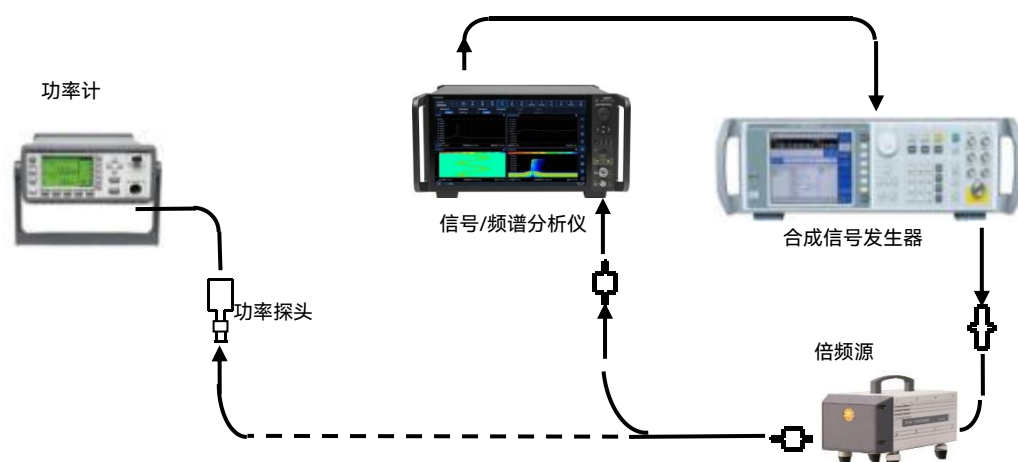

图 7.18 射频输入 2 频率响应测试示意图 (67GHz ~ 110GHz)
- 33) 按照图 7.18 所示实线连接测试仪器，连接合成信号发生器的射频输出至倍频源 82401N 模块输入，倍频源输出与 4082 的射频输入 2 相连；
- 38) 按照图 7.18 所示虚线连接合成信号发生器射频输出至倍频源 82401N 的射频输入，连接倍频源的输出至 1mm 同轴功率计的射频输入，设置 1mm 同轴功率计频率为 67.55GHz，频率步进 1GHz。
- 42) 按照图 7.18 所示倍频源模块 82401N 换成倍频源模块 82406A；